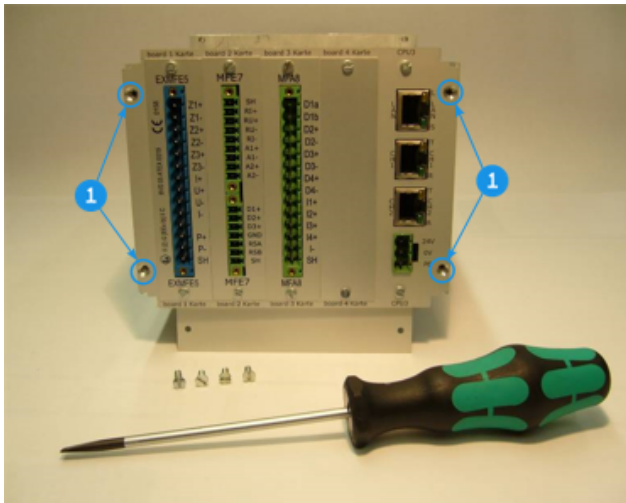

Fig. 6-2: Rückseite des Gerätes (Beispiel), Befestigungsschrauben sind entfernt
- ▶ Setzen sie die Karte mit der Seite für den Prozessanschluss in die Aussparung der Rückwand ein (blauer Stecker bei Ex-Karten, sonst grüner Stecker, ⇨ Fig. 6-2: Rückseite des Gerätes \(Beispiel\), Befestigungsschrauben sind entfernt (p. 65).
- ⇨ Fig. 6-2: Rückseite des Gerätes \(Beispiel\), Befestigungsschrauben sind entfernt (p. 65)